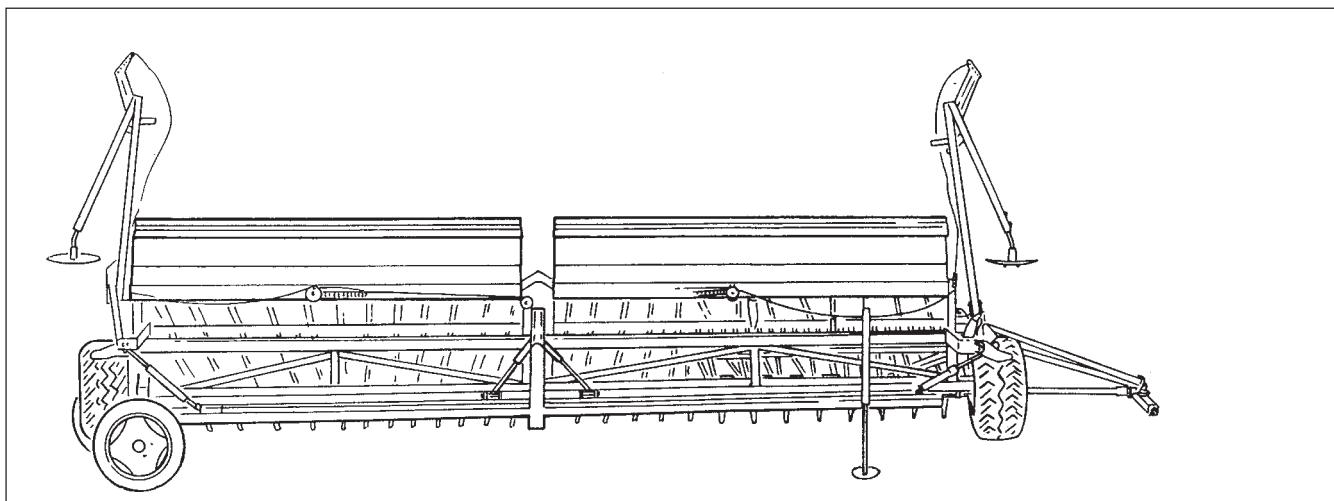

Рис. 19.14
- Установите сеялку (смотри Рис. 19.14) на оба транспортных колеса и закрепите опорной стойкой, после чего отсоединяйте от трактора.